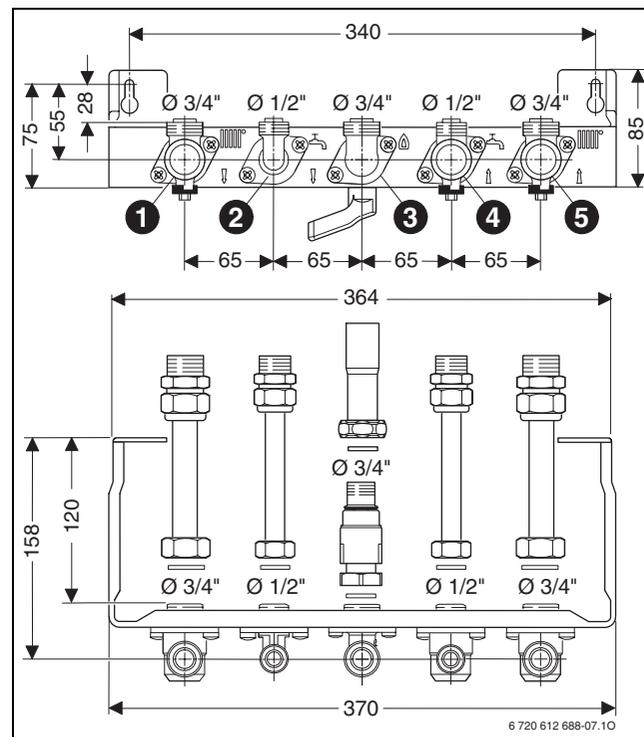

Fig. 10 Piastra di allacciamento e montaggio, acc. nr. 893/12
**Legenda di fig. 10:**
- ▶ tappare i 2 raccordi femmina Ø 1/2 " presso la caldaia (ovvero i 2 raccordi che sono previsti per essere collegati ai riferimenti 2 e 4 delle figure 10 oppure 11). In alternativa, montare tra i 2 raccordi succitati, l'accessorio opzionale nr. 1113.